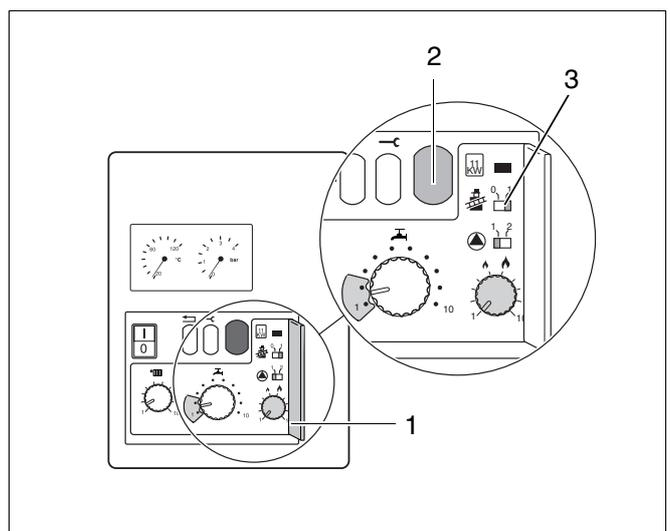

Fig. 19 Commutateur ramoneur et afficheur
- Ouvrir le couvercle du deuxième niveau de commande (fig. 19, pos. 1).
- Mettre la chaudière en service en plaçant le commutateur ramoneur (fig. 19, pos. 3) sur la position "1".
- Si l'afficheur (fig. 19, pos. 2) affiche "–." ou "=. ", l'air a été purgé de la conduite d'amenée de gaz. Remettre le commutateur ramoneur dans sa position "0". Si ce n'est pas le cas, répéter les démarches du chapitre 4.1.4 "Purger l'air de la conduite d'amenée de gaz".